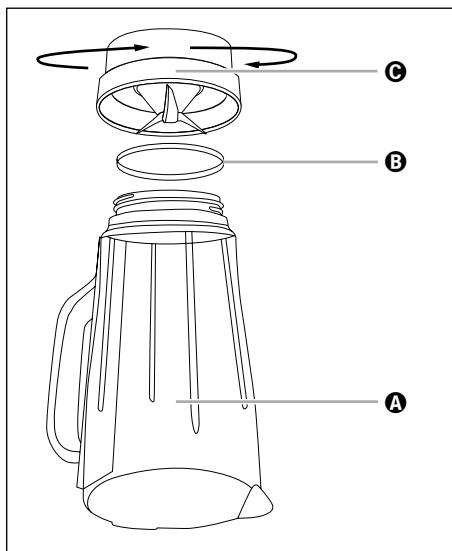

Fig. 4
- 2) Dé la vuelta al aparato y gire la pieza de plástico Ⓒ del vaso ③ en sentido antihorario para poder desmontarla de la pieza de vidrio Ⓐ del vaso ③ (consulte la fig. 4).
- 4) En caso necesario, puede desmontarse cuidadosamente el anillo hermético ④ de la pieza de plástico Ⓒ. Límpielo con agua jabonosa suave y enjuáguelo con agua limpia.
- 6) Si está desmontado, vuelva a montar el anillo hermético ④ correctamente en la pieza de plástico Ⓒ. Tras esto, vuelva a colocar la pieza de plástico Ⓒ del vaso ③ sobre la pieza de vidrio Ⓐ del vaso ③ y gire la pieza de plástico Ⓒ en sentido horario hasta que quede fija.